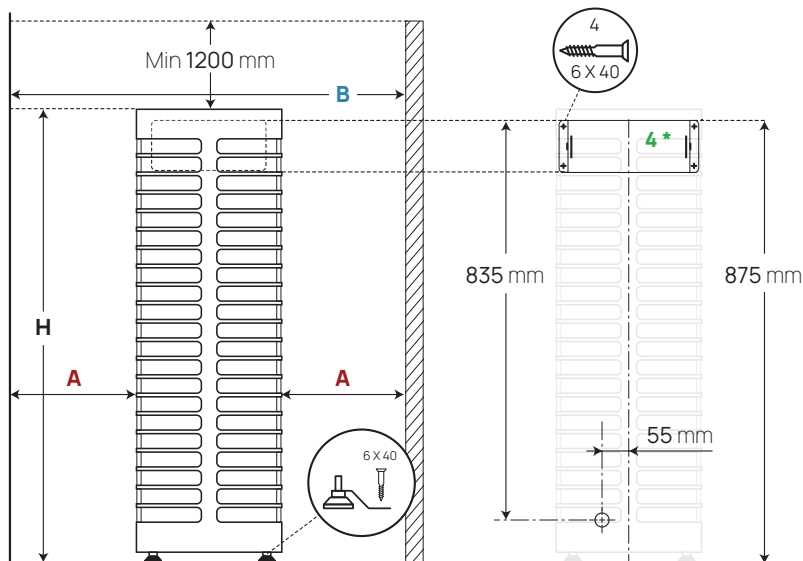

Figure 1. Installation du poêle électrique
- Les distances de sécurité minimales, sont-elles assurées là où le poêle électrique est installé ? (Les distances minimales de sécurité jusqu'aux murs et plafond de salle de sauna, à respecter lors du montage du poêle électrique, sont indiquées dans le **Tableau 1** et sur la **Figure 1**.)
- Vissez au fond du poêle les **pieds** (4) inclus dans le kit. Ajustez les pieds de manière à ce que le poêle soit à la position verticale.
- Fixez les modèles **HUUM STEEL 6, 9 et 11** au sol à l'aide des supports inclus dans le kit. Mettez le support sur le pied du poêle comme illustré à la **Figure 1** et fixez-le avec une vis appropriée au matériau du plancher (min. 6 x 40 mm).
- Fixez le poêle **HUUM STEEL Mini 4** au mur de salle de sauna à l'aide d'une plaque de montage mural incluse dans le kit. Voir la **Figure 1**.